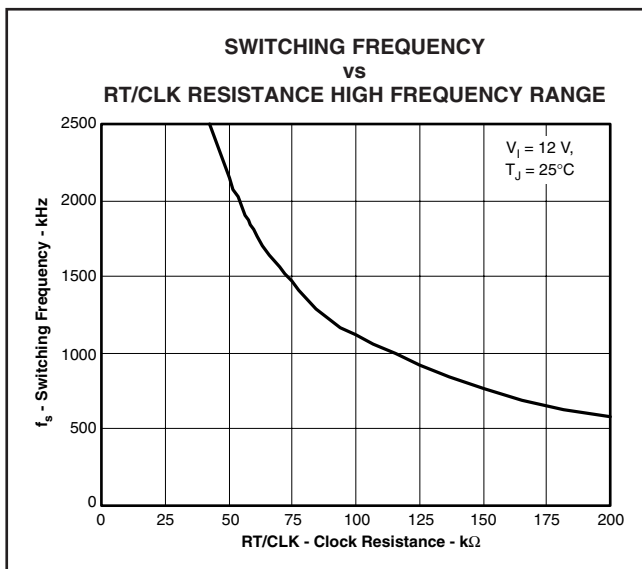
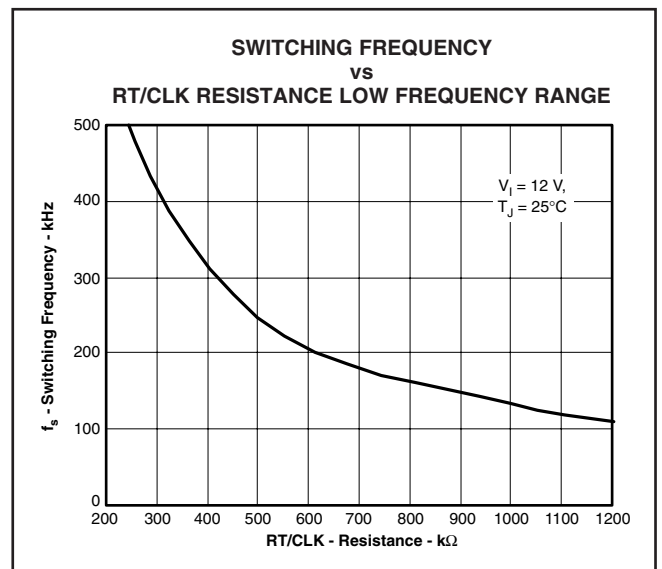

図 38. 高周波数レンジRT
図 39. 低周波数レンジRT
TPS54240のスイッチング周波数は、RT/CLKピンに抵抗を接続することで、約100kHz~2500kHzという広い範囲にわたって調整可能です。RT/CLKピンの電圧は標準で0.5Vであり、スイッチング周波数を設定するにはグラウンドとの間に抵抗を接続する必要があります。特定のスイッチング周波数に対するタイミング抵抗を決定するには、式 (11) を用いるか、図38または図39の曲線を使用します。ソリューション・サイズを小さくするには、一般にスイッチング周波数をできるだけ高く設定しますが、電源効率、最大入力電圧、および最小制御可能オン時間の間でトレードオフを考慮する必要があります。
この設計では、それよりずっと低いスイッチング周波数300kHzを使用しています。特定のスイッチング周波数に対するタイミング抵抗を決定するには、式(11)を用いるか、図39の曲線を使用します。